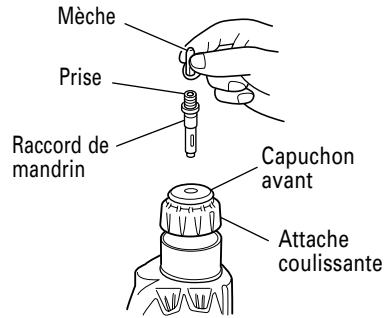

Fig. 21
5. Enfoncement de vis de bois (Fig. 21)